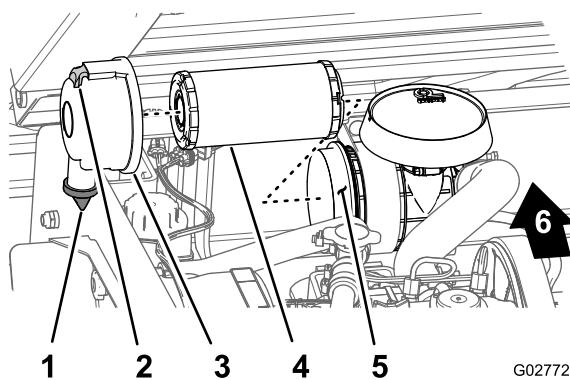

Figura 33
2. Verificate che il corpo del filtro dell'aria sia privo di danni che possano causare una fuoriuscita d'aria. Accertatevi che il coperchio del filtro dell'aria sia ermetico attorno all'alloggiamento del filtro dell'aria (Figura 33).
3. Tirate il fermo verso l'esterno e ruotate il coperchio del filtro in senso antiorario (Figura 33).
5. Estraete con cautela l'elemento del filtro dal relativo alloggiamento (Figura 33), in modo da ridurre lo spostamento di polvere.
1. Pulite il foro di espulsione della morchia, situato nel coperchio del filtro dell'aria (Figura 33).
2. Togliete la valvola di uscita in gomma dal coperchio, pulite la cavità e rimontate la valvola di uscita (Figura 33).
3. Montate l'elemento del filtro dell'aria nel relativo alloggiamento premendo sul bordo esterno dell'elemento per inserirlo nell'alloggiamento del filtro dell'aria (Figura 33).
4. Allineate il coperchio del filtro dell'aria con il relativo alloggiamento con la valvola di uscita in gomma disposta in giù, in una posizione tra le ore 5 e le ore 7 vista dall'estremità (Figura 33).
5. Bloccate il coperchio sull'alloggiamento con i fermi (Figura 33).